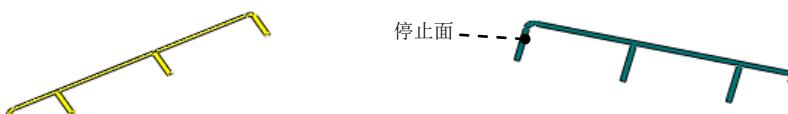

图 13.2.17 成形工具 1
(3) 定义切除深度属性。在“切除—拉伸”对话框的 **方向1** 区域的 下拉列表中选择 **完全贯穿** 选项, 其他采用系统默认设置值。
(4) 单击 按钮, 完成切除—拉伸 1 的创建。
Step12. 创建图 13.2.17 所示的零件特征——成形工具 1。
(1) 选择命令。选择下拉菜单 **插入(I)** → **钣金(B)** → **成形工具** 命令。
(2) 定义成形工具属性。激活“成形工具”对话框的 **停止面** 区域，选取图 13.2.17 所示的模型表面作为成形工具的停止面。
(3) 单击 按钮，完成成形工具 1 的创建。